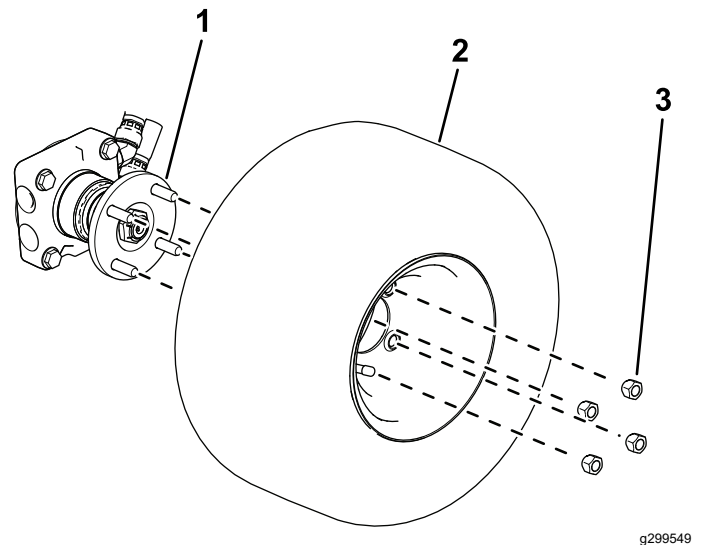

Figure 4
- Modèles à 4 roues motrices :** fixez la roue sur le moyeu à l'aide de 4 écrous de roue (Figure 4).